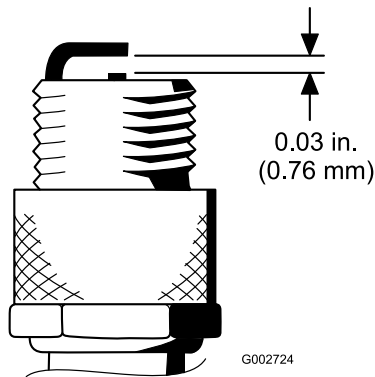

Figure 29
- Réglez l'écartement entre les électrodes centrale et latérale à 0,76 mm, comme montré à la Figure 29.